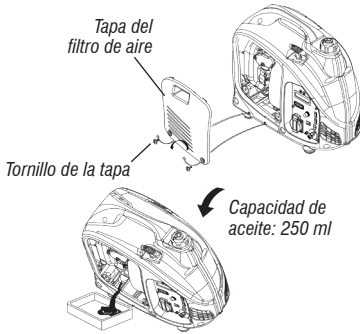

Fig. 20 – Cambio de aceite
3. Suelte los tornillos de la tapa de mantenimiento del filtro de aire (6) (fig. 1) y retire la tapa (fig. 20);
4. Remueva la tapa del nivel de aceite (22);